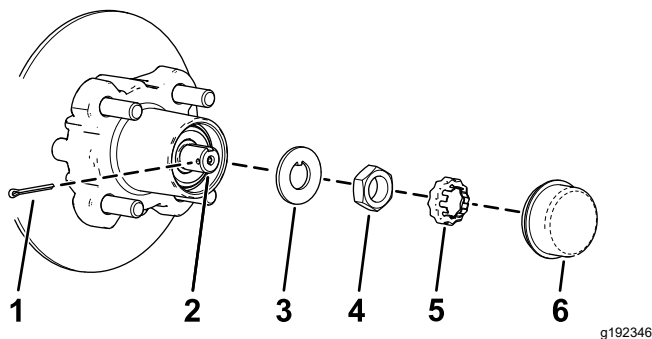
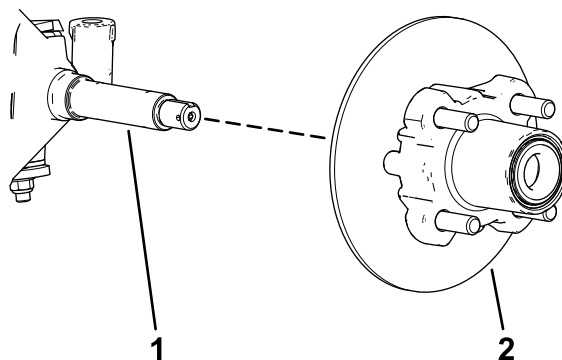

Figura 36
Figura 37
4. Îndepărtați capacul anti-praf de pe butuc (Figura 36).
5. Îndepărtați cuiul spintecat și piuliă de fixare de pe ax și piuliă axului (Figura 36).
6. Îndepărtați piuliă axului de pe ax și separați butucul și ansamblul rotorului de ax (Figura 36 și Figura 37).